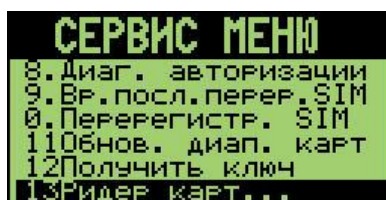

Рис. 2. Выбор пункта «Ридер карт...»
1. Выберите пункт «Главного меню» «Дополнительно». На дисплее появится «Сервис меню» (см. Рис. 2).